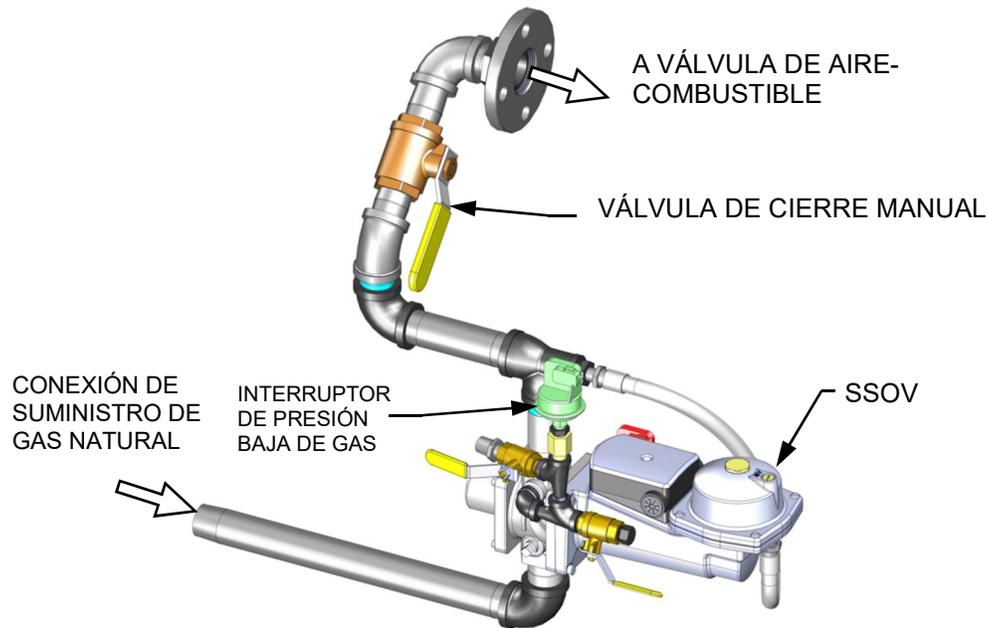

Figura 3-1a: Ubicación de SSOV de BMK 750 y 1000
2. La unidad verifica que el interruptor de Prueba de Cierre (PDC) en la Válvula posterior de Cierre de Seguridad (SSOV) esté cerrado. Consulte la Figura 3-1a a la 3-1d para identificar la ubicación de la SSOV.